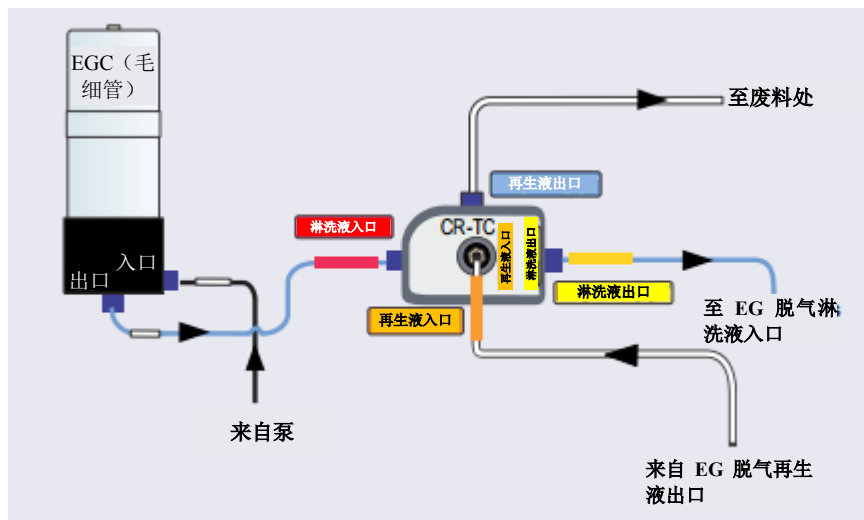

图 10-29. 毛细管 Dionex CR-TC 600 管路连接图: 安装完成
4. 将 EG 脱气罐的再生液出口和淋洗液入口管线连接至 Dionex CR-TC 600 的相应接口（见图 10-29）。